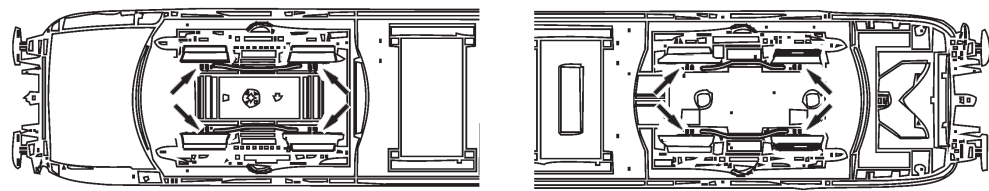

Fig. 7
3. Haftreifenwechsel: Zuerst den Getriebedeckel abnehmen (Fig. 7). Danach den **Radsatz** herausnehmen und die **Haftreifen** mit einer Nadel od. mit einem feinen Schraubendreher abziehen (Fig. 7). Beim Aufziehen der neuen Haftreifen darauf achten, dass diese sich nicht verdrehen.
3. Change of traction tyre: Remove the gear cover (fig. 7). Take out **wheel set** and remove **traction tyre** using a pin or a fine screwdriver (fig. 7). When pressing on the new traction tyre please **avoid twisting it**.
3. Échange des bandages d'adhérence: Démontez d'abord **le couvercle du carter des engrenages** des engrenages (fig. 7). Délogez ensuite les essieux bandagés et enlevez, à l'aide d'une aiguille ou d'un tourne-vis fin, les bandages d'adhérence (fig. 7). Lors du montage des nouveaux bandages veuillez veiller à ce que les bandages **ne soient pas tor-dus**.